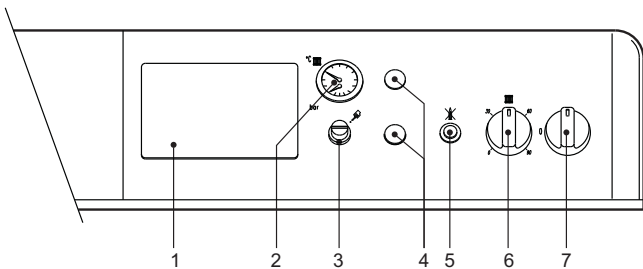

рис. 1 - Панель управления
- Переведите выключатель котла "7" в положение 1 (рис. 1).
Повернув ручку **6** на рис. 1 по часовой стрелке, температура воды в системе отопления повышается и наоборот. Температуру воды в системе отопления можно регулировать в пределах от 30° до 90°. Однако не рекомендуется эксплуатировать котел при температуре ниже 45°.
Задайте с помощью термостата температуры воздуха в помещении нужную температуру внутри помещения. При поступлении команды от комнатного термостата котел включается, обеспечивая нагревание воды в системе отопления до температуры, заданной регулирующим термостатом **6** di рис. 1. При достижении в помещении желаемой температуры котел выключается.